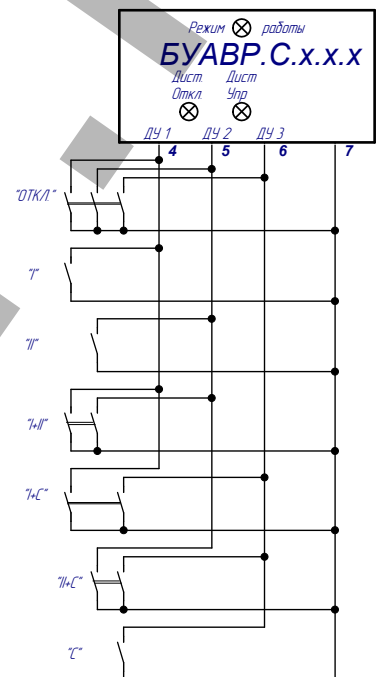

Рис.7 Пример схемы ручного управления АВР с использованием входов дискретного управления БУАВР
4.12.3. При необходимости ручного управления шкафом АВР при помощи органов управления, размещенных на лицевой двери шкафа АВР, рекомендуется использовать входы дискретного управления. Пример схемы ручного управления АВР с использованием входов дискретного управления БУАВР приведен на рис.7. В качестве переключателя режимов можно использовать зависимый кнопочный переключатель на 6 секций с тремя группами контактов или галетный переключатель на 6 положений с тремя группами контактов.